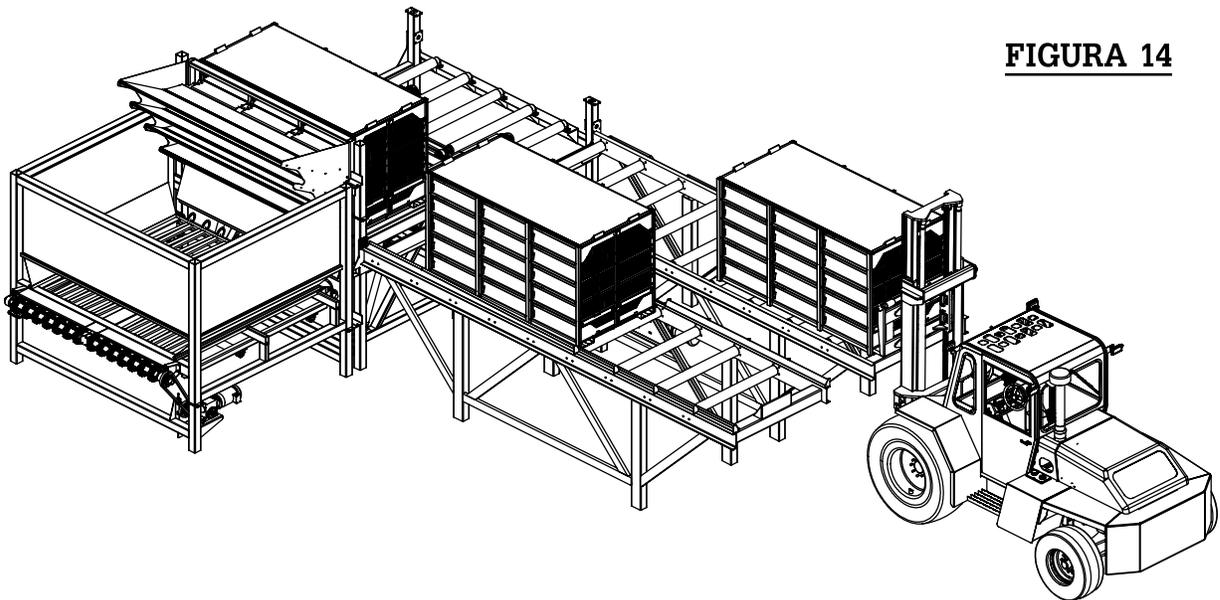

FIGURA 14
14. En este momento, el operador de montacargas puede retirar la jaula vacía del transportador de salida (Ver la figura 14).
19. En este momento, el operador de montacargas puede retirar la jaula vacía del transportador de salida (Ver la figura 14).